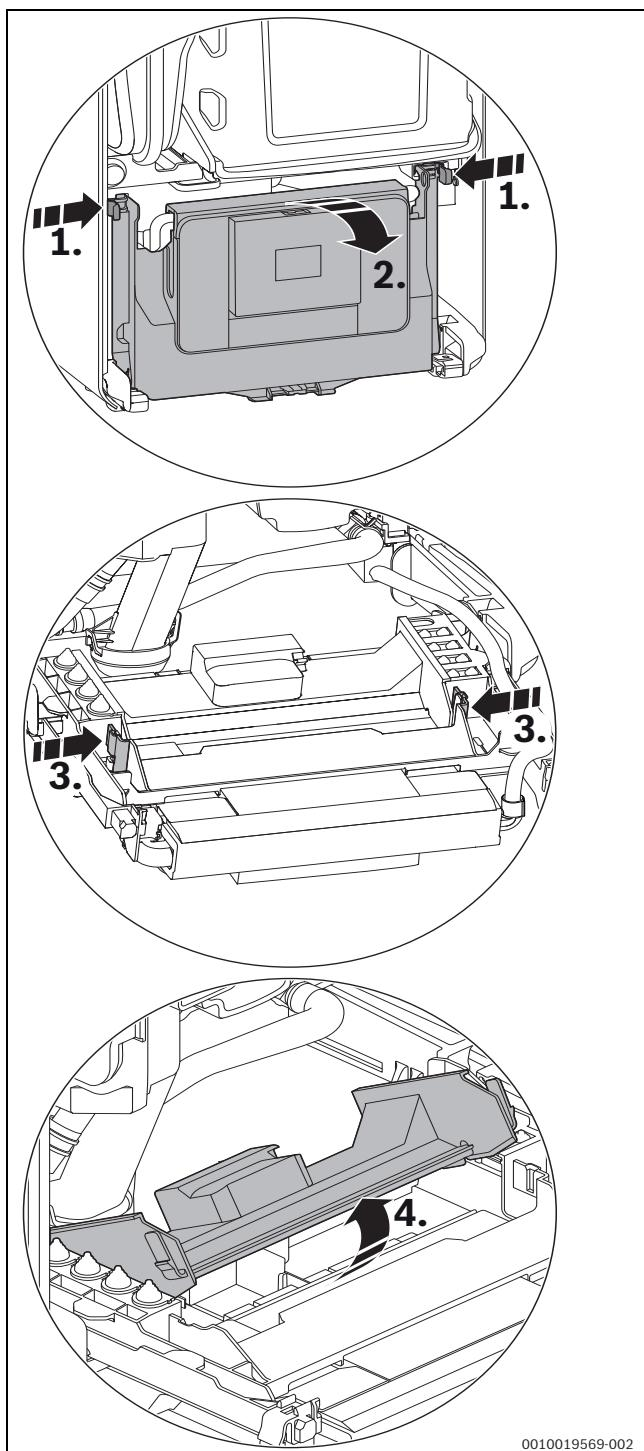

Fig. 26 Abrir o aparelho de comando
- Inclinar o painel de controlo para baixo (→ fig. 26).